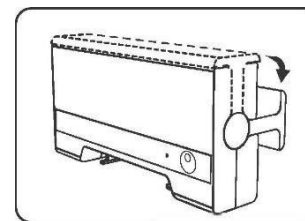

Abb. 1
4. **Öffnen Sie die Staubschutzabdeckung.** (Abb. 1)